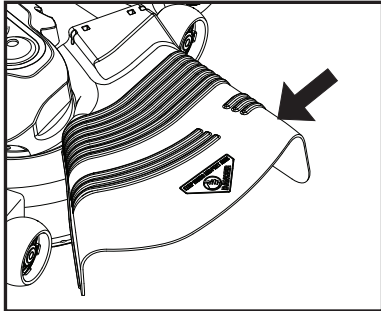

Fig. 10
PRECAUCIÓN: No opere la segadora sin, ya sea, el recogedor de césped completo en las segadoras así equipadas o con la protección contra la descarga (S) en su lugar. (Vea Fig. 10)